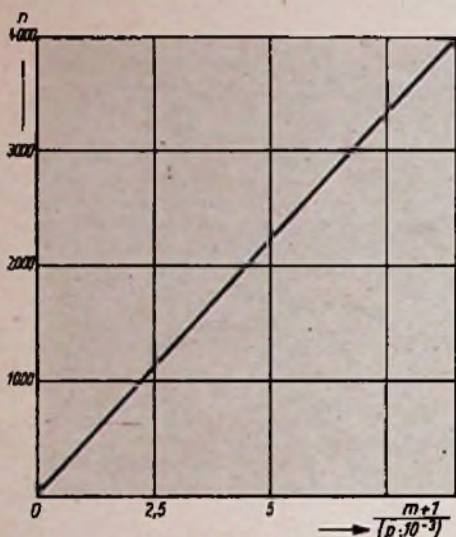

Abb. 3. Die Windungszahl n als Funktion des Verhältnisses $\frac{m+1}{(p \cdot 10^{-3})}$ $n = 443 \frac{m+1}{(p \cdot 10^{-3})}$
tronen neu ordnen. Denn nach dem Pauli-Prinzip darf ein bestimmter Energiezustand nur von einer genau begrenzten Elektronenzahl eingenommen werden, so daß also ein Niveau eines Einzelatoms nicht für alle Atome eines Kristalls gemeinsam gelten kann. Daher ziehen sich die scharfen Niveaulinien aus Abb. 1 zu Energiebändern auseinander, wie sie Abb. 3 an einem Beispiel zeigt. In den Bändern liegen die ver-
Man kann n auch direkt aus Abb. 3 entnehmen. Ähnlich findet man die erforderliche Kapazität C aus
In Abb. 3 liegt der Punkt D über $\Phi_0 = 200000$ auf der M 85-Kurve. Eine Gerade, die den negativen Kurvenast eben berührt, schneidet auf der Ordinaten-Achse das Stück $k = 0,4 \cdot 10^6$ ab; mit $U_{\min} = 180 \text{ V}$ ist dann nach (4) die Hilfsgröße
Aus Abb. 3 erhält man mit